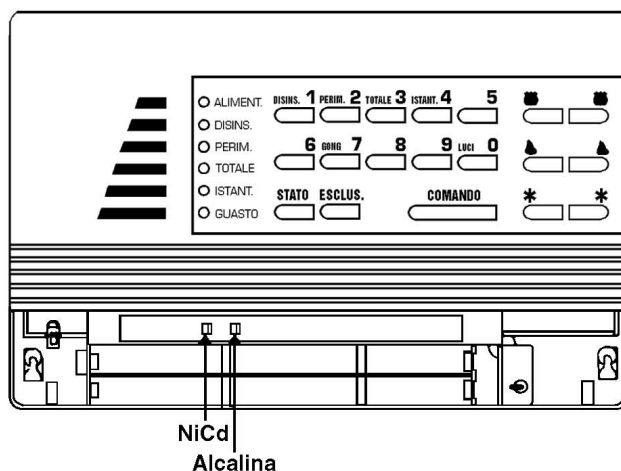

Figura 3. La linguetta indica il tipo di batterie installate.
3. Verificare il tipo di batterie installate (NiCd o alcaline). Utilizzare lo stesso tipo di batterie (vedi Figura 3).